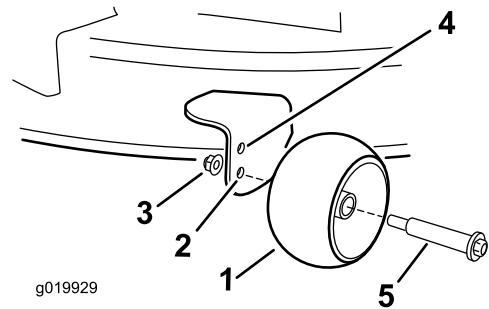

Figura 32
- Taladro superior—utilice esta posición cuando la carcasa de corte está en la posición de altura de corte de 63 mm o menos (Figura 32).
- Taladro inferior—utilice esta posición cuando la carcasa de corte está en la posición de altura de corte de 76 mm o más (Figura 32).